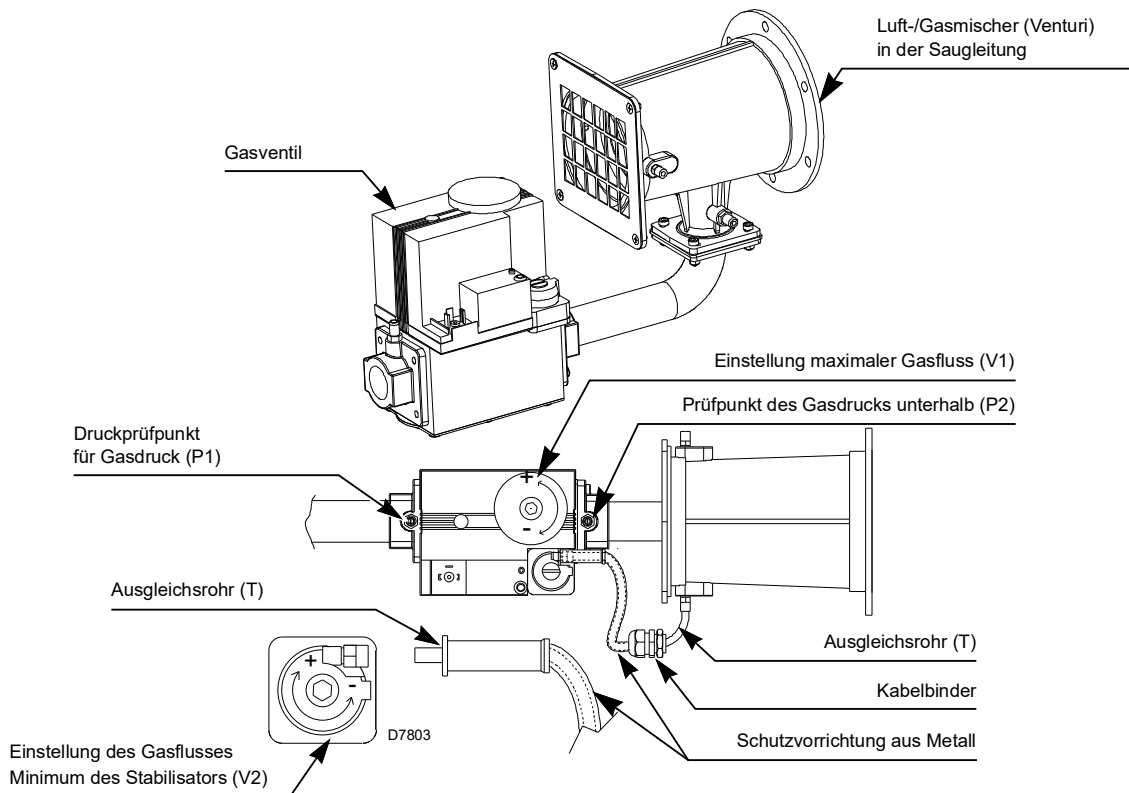

Abb. 23
Zur Änderung des maximalen Gasdurchsatzes die Schraube V1 (Abb. 23 auf Seite 26) betätigen.
Zum Ändern des minimalen Gasdurchsatzes, die Schraube V2 am Gasventil (Abb. 23 auf Seite 26) betätigen.
- die Luft aus der Gasleitung mittels der Schraube am Anschluss ablassen (Abb. 23 auf Seite 26).